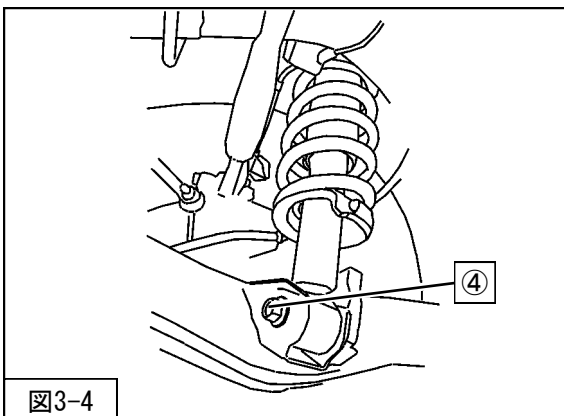

図3-4
5. ④リアサスペンションASSYロア取付ボルトを取外してください。(図3-4)